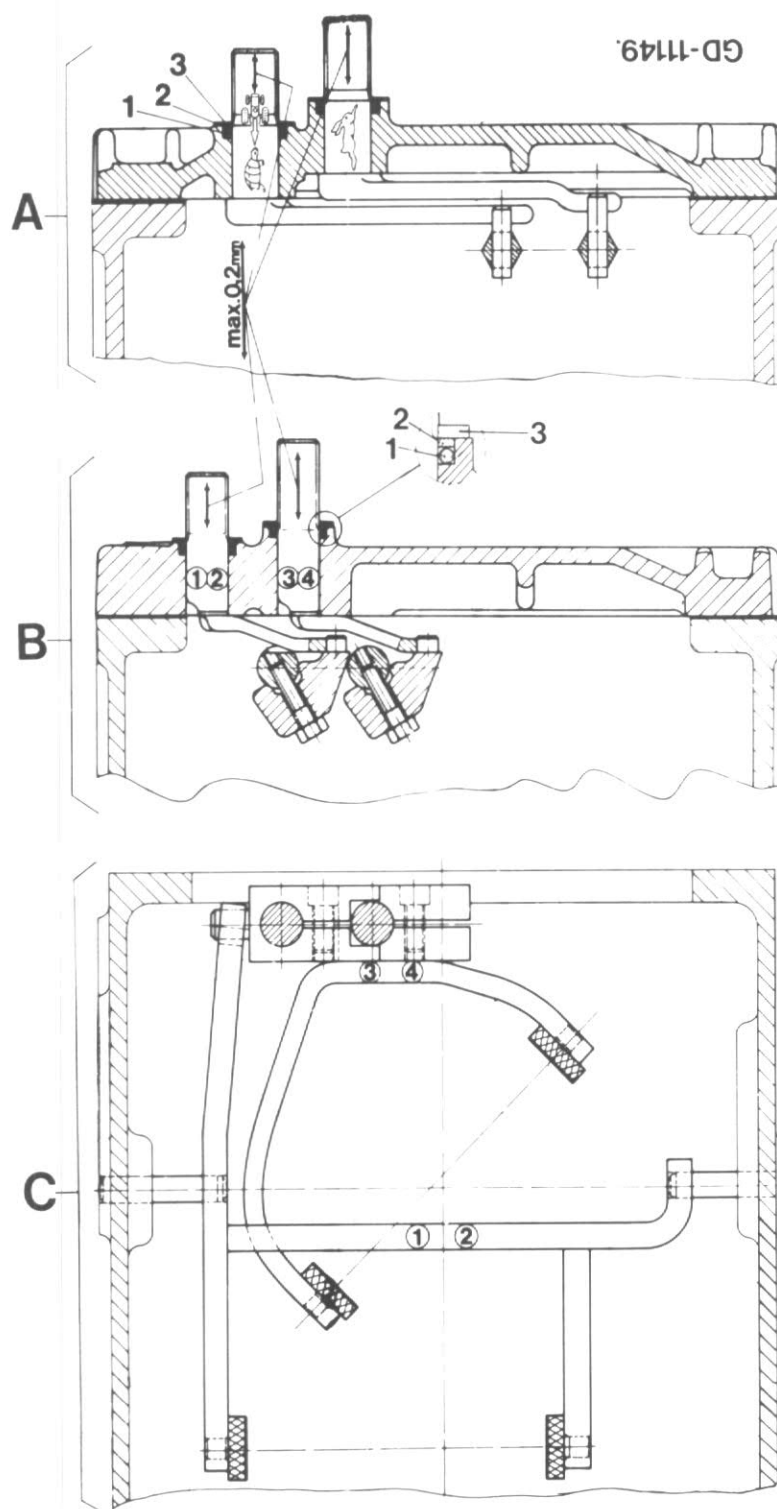

Figure 29
- (voir débattement figure 29)